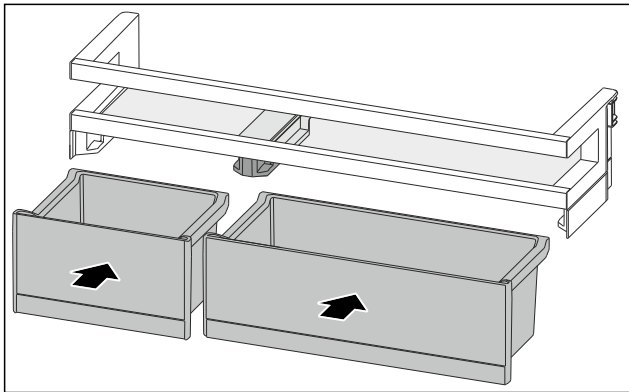

Fig. 185
- ▶ Inserire i VarioBox in posizione scambiata. (vedere Fig. 185)